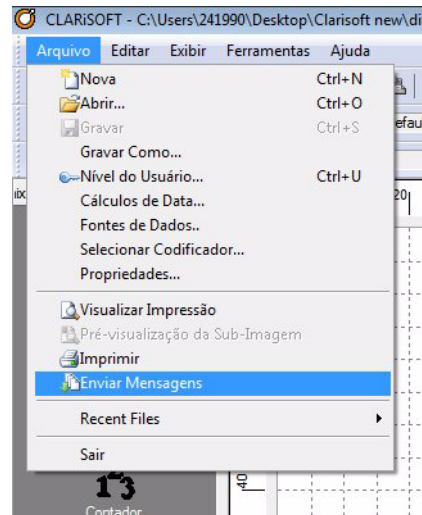
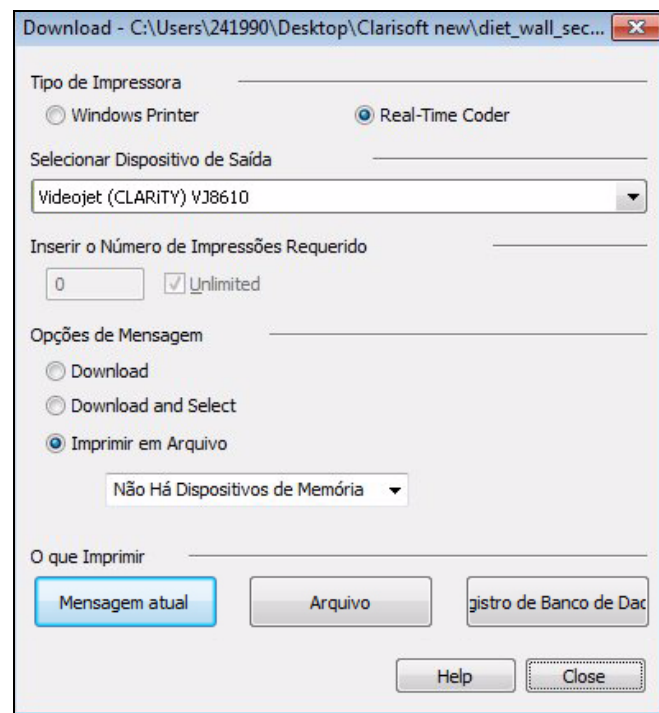

Figura 5-25: Comando de Enviar Mensagens
Figura 5-26: Comando de Enviar Mensagens
- 2 No menu *Arquivo*, clique em *Enviar Mensagens* (consulte Figura 5-25). A janela *Baixar* é exibida (consulte Figura 5-26).
3 Certifique-se de que o *Real-Time Coder* (Codificador em tempo real) seja selecionado (consulte Figura 5-26).